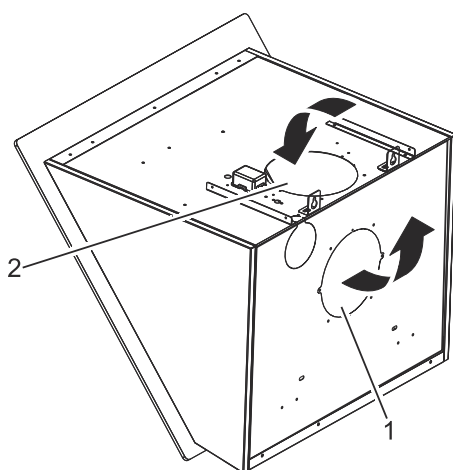

Fig. 8: Vrida motorn.
2. ➔ Tryck eller knacka försiktigt på den perforerade bakplattan för att lossa den (Fig. 8).
4. ➔ Använd den uttryckta plattan för att stänga hålet i toppen med de medföljande 2 skruvarna (Fig. 8/2).